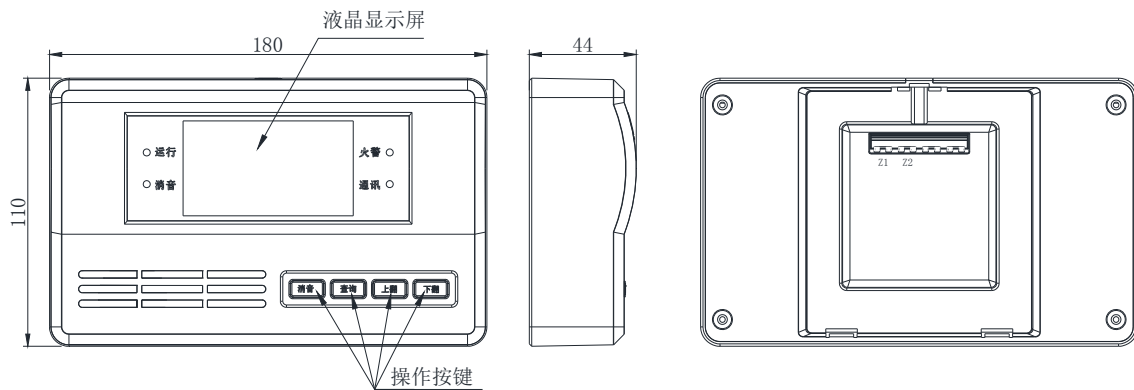

图 4.1 外形尺寸图
4.1. TX3404 火灾显示盘的外形尺寸如图 4.1：（单位 mm）